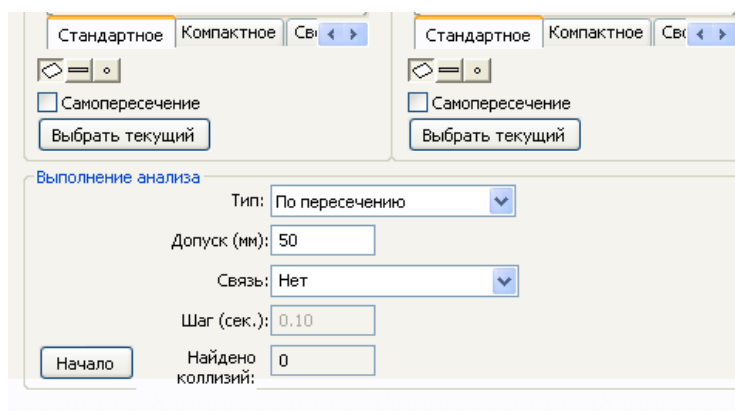

Рис. 136
- В разделе **Выполнение анализа** установите следующие параметры (Рис. 136):